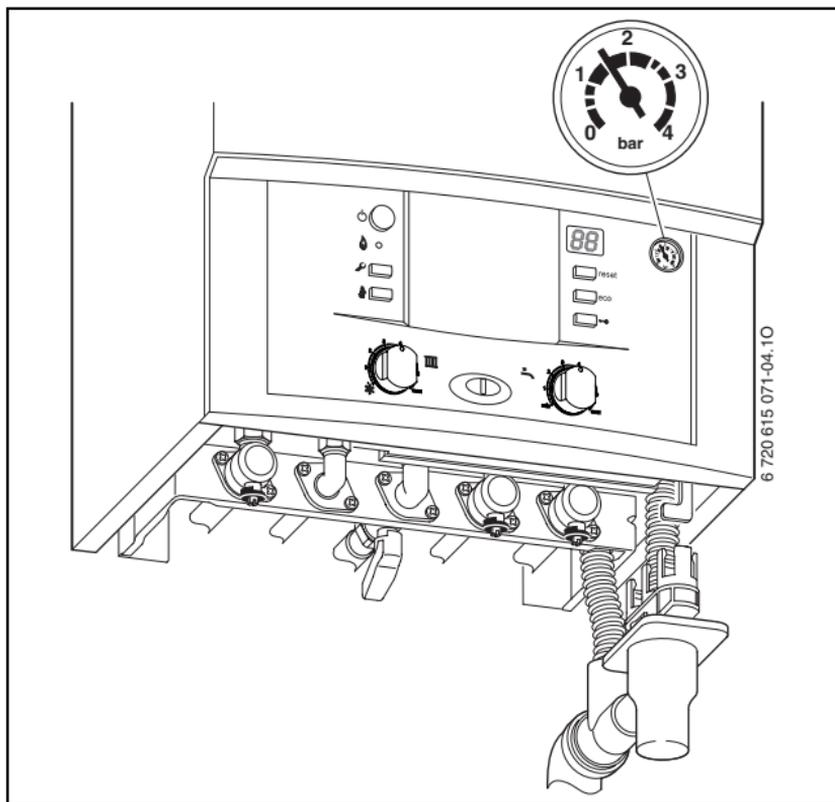

Fig. 5 Vista caldaia con placca rubinetteria,
- ▶ Ad impianto freddo la lancetta del manometro deve trovarsi fra 1 e 2 bar (→ fig. 5).
- ▶ Se la lancetta si trova al di sotto di 1 bar, procedere al riempimento agendo tramite il rubinetto di riempimento (19) fino a quando la lancetta indicherà una pressione compresa tra 1 e 2 bar.
- ▶ Con l'impianto alla temperatura massima di mandata, la **pressione** non dovrà mai superare i 3 bar; qualora ciò avvenisse la valvola di sicurezza scaricherebbe acqua dal tubo (20).